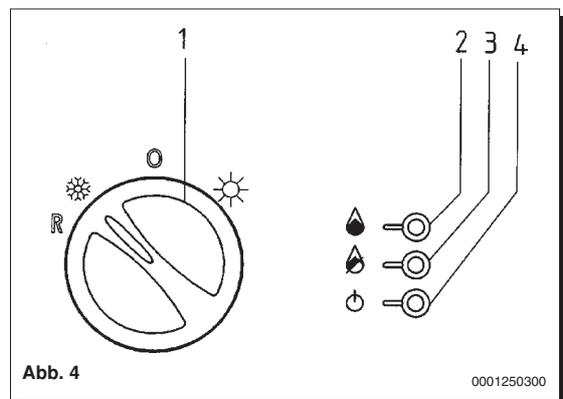

Abb. 4
In diesem Fall sollten die Vorgänge zum Einschalten wiederholt werden, bis Gas zum Brenner gelangt, indem der Drehgriff (1) vorübergehend auf (R) gestellt wird (siehe auch Abbildung 4).